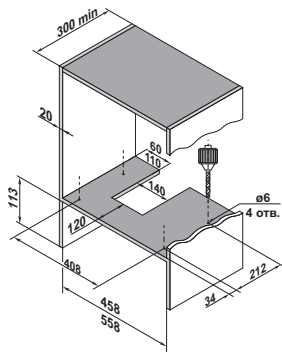

Рис. 3
2. Выполните отверстия в шкафу согласно эскизу для выбранного варианта установки. (Рис. 3)